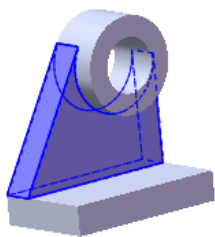
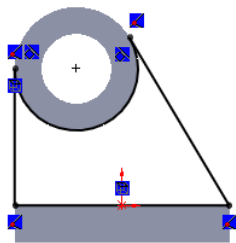

图 3.28.6 拉伸 3
图 3.28.7 横断面草图
Step4. 创建图 3.28.6 所示的零件特征——拉伸 3。选取上视基准面作为草图基准面，绘制图 3.28.7 所示的横断面草图，在对话框 **方向1** 区域下单击按钮 （即反方向），在下拉列表中选择 **给定深度** 选项，输入深度值 15.0；单击 按钮，完成拉伸 3 的创作。